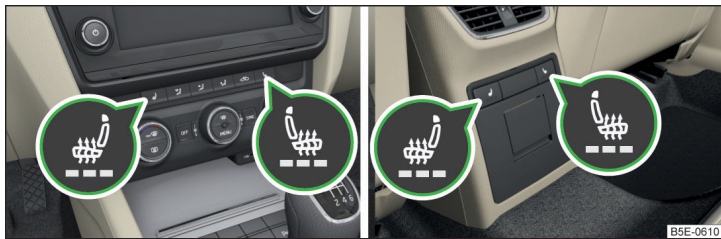

Abb. 72 Tasten für die Beheizung der Vordersitze / Rücksitze
**Tasten für die Sitzheizung** » Abb. 72